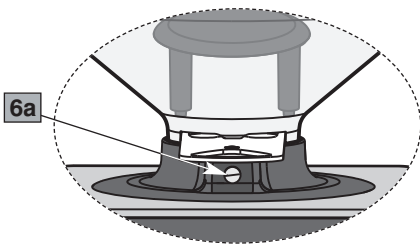
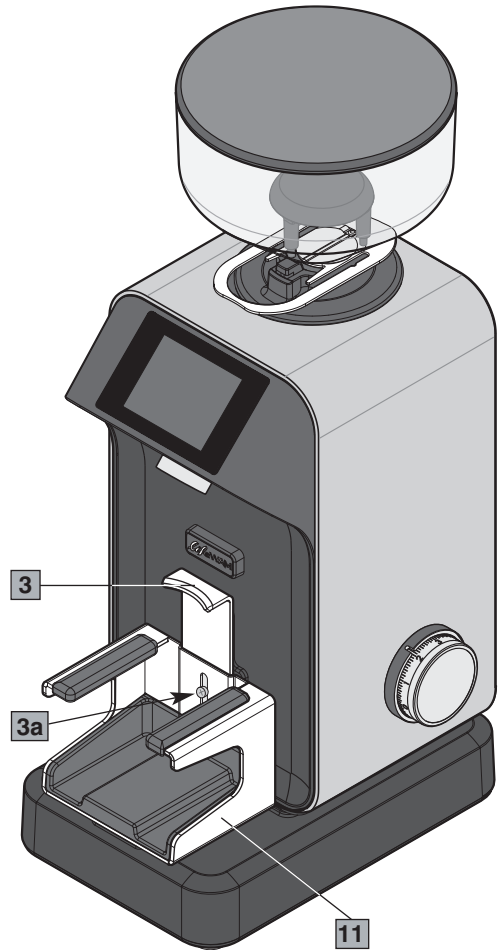

Fig. 3
Fig. 5
### Componentes principales (Fig. 1, Fig. 2, Fig. 3, Fig. 4, Fig. 5, Fig. 6)
5. Controlar que el contenedor de los granos de café (tolva) esté correctamente colocado y tenga el obturador (8 Fig. 1) completamente abierto hasta el final de la carrera. Apretar, sin forzar excesivamente, el tornillo de fijación de la tolva (6a, Detalle A Fig. 3).
- 3 Dependiendo del modelo, colocar la copa porta-filtro sobre la horquilla (2 Fig. 1) o sobre la célula de carga (11 Fig. 5) bloqueándola bajo el soporte (3 Fig. 1 - 3 Fig. 5) previamente regulado según el modelo de la copa porta-filtro utilizada.